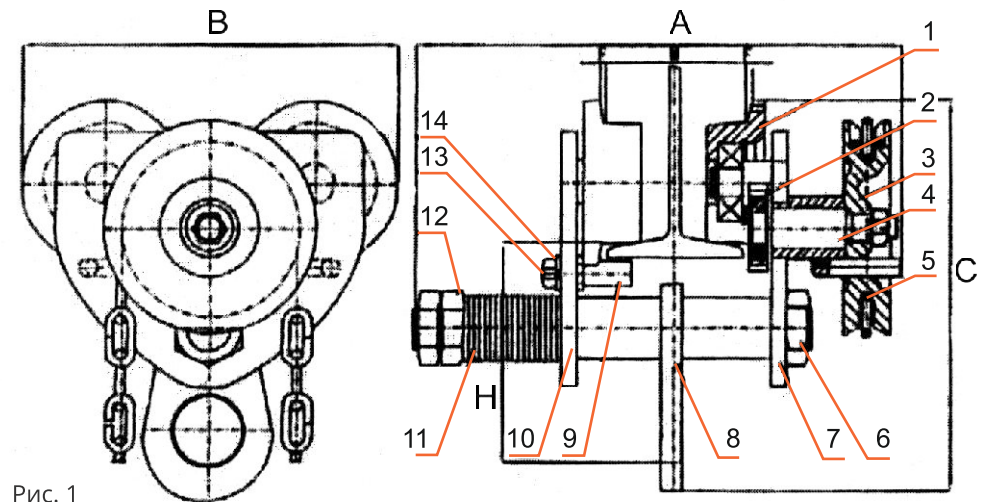

Рис. 1
- 4.1. При монтаже тележки количество регулировочных шайб с внутренней и внешней стороны пластины должно быть одинаковым. С целью правильной установки внешнего зазора между колесным фланцем и двутавровой балкой количество регулировочных шайб с внутренней стороны пластины в случае необходимости может быть увеличено или уменьшено на единицу (см. рис. 1).
3.1. Тележка с приводом (см. рис. 1) состоит из левой пластины (10), правой пластины (7), подвесного штифта (6), подвесной пластины (8), ручного колеса (3), вала (4) и т.п.